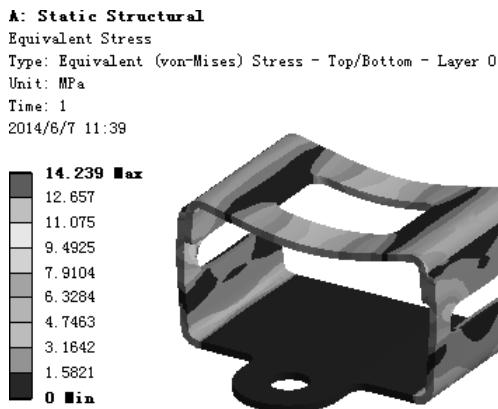

图 7.6.58 应力结果图解
(1) 求解分析。在顶部工具栏中单击**Solve**按钮求解分析。
(2) 查看应力结果图解，在“Outline”窗口中选中 Equivalent Stress，查看图 7.6.58 所示的总应力结果，其最小应力为 0 MPa，最大应力为 14.239 MPa。